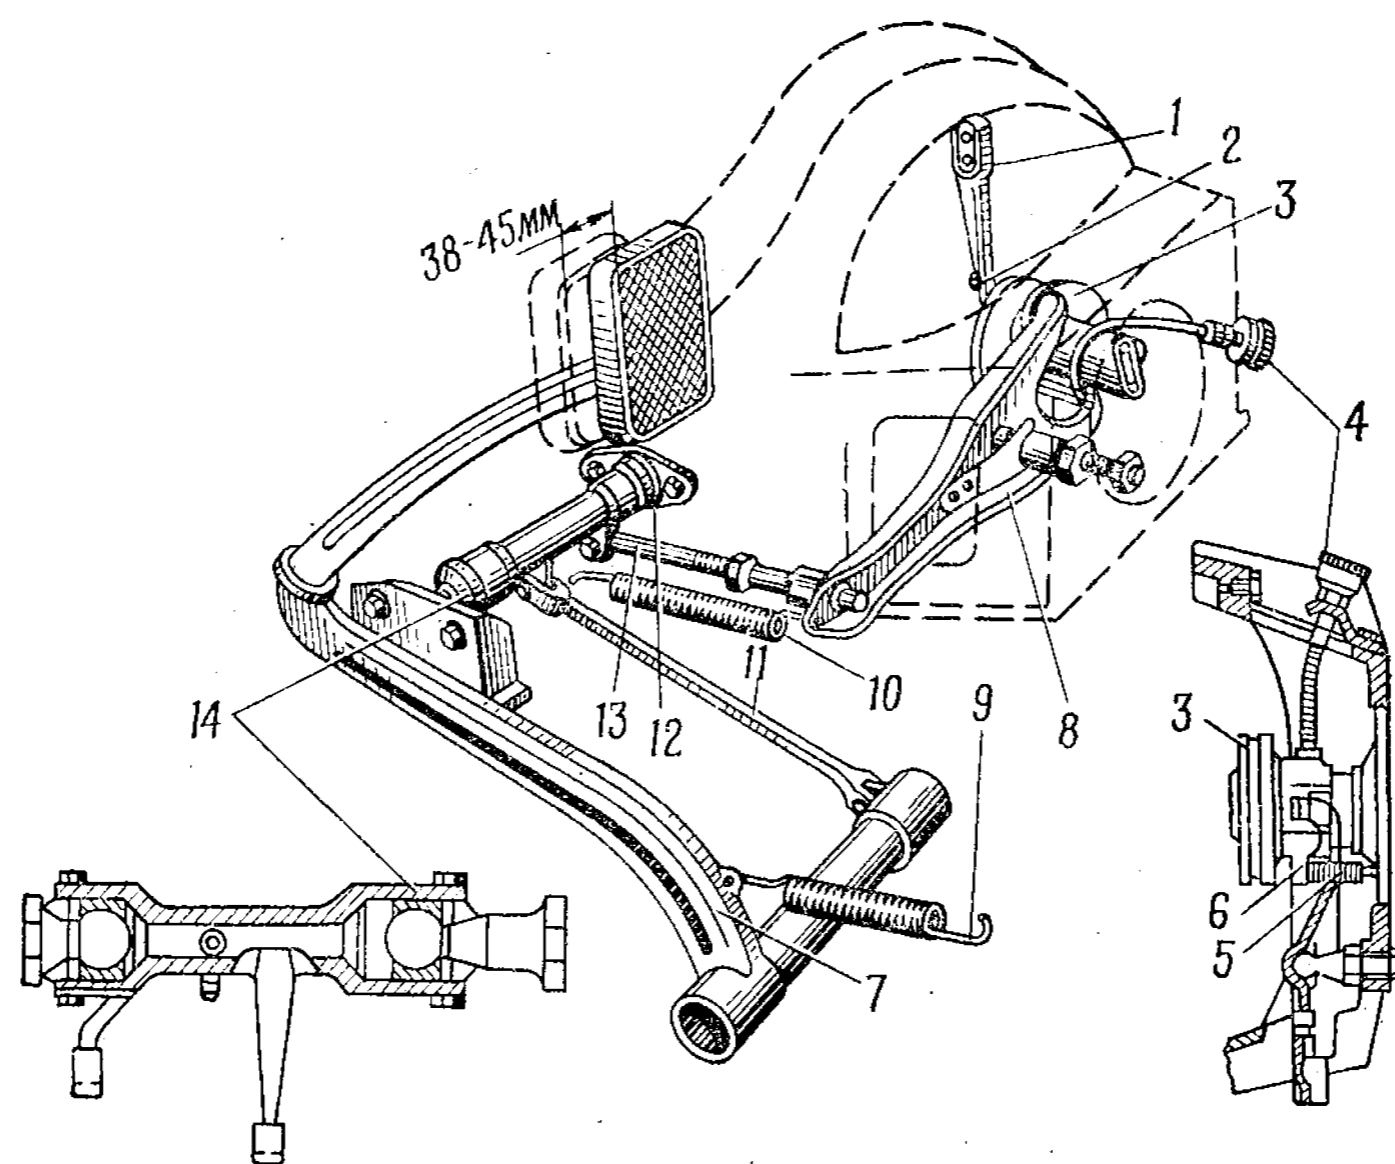

Рис. 28. Привод выключения сцепления:
снять скобу оттяжной пружины 10 (рис. 28) вилки выключения сцепления и нижнюю часть картера сцепления
11. Установить на место нижнюю часть картера сцепления, вернуть болты с пружинными шайбами, предварительно надев на один из болтов скобу оттяжной пружины 10 (рис. 28)
<p style="text-align: center;">Снятие коробки передач</p> <p>1. Установить упоры под передние и задние колеса автомобиля</p> <p>2. Вывернуть пробки маслосливного и маслосливного отверстий картера коробки передач, слить масло, вернуть пробки</p> <p>3. Отъединить от вилки 8 (рис. 28) подшипника выключения сцепления оттяжную пружину 10 и толкатель 13</p> <p>4. Вывернуть болты крепления чехла вилки подшипника выключения сцепления и снять вилку вместе с чехлом</p> <p>5. Вывернуть масленку 4 подшипника выключения сцепления в сборе и снять шайбу</p> <p>6. Вывернуть болты с шайбами крепления сетки бокового люка картера сцепления, снять сетку бокового люка и кронштейн масленки</p> <p>7. Отвернуть рукоятку рычага коробки передач, развязать уплотнительный чехол рычага ручного тормоза, вывернуть болты с шайбами крепления верхней панели кожуха пола (над коробкой передач), снять панель. Навернуть рукоятку на рычаг коробки передач</p> <p>8. Вывернуть болты с шайбами крепления сектора ручного тормоза к коробке передач и опустить сектор с рычагом привода ручного тормоза вниз</p>	<p>Упоры (4 шт.)</p> <p>Ключ 19—22; посуда для масла</p> <p>Плоскогубцы 150</p> <p>Ключ 10—12; отвертка В 175×0,7</p> <p>Ключи 12—14, 10—12</p> <p>Ключ 10—12</p> <p>Ключ 8—10</p> <p>Ключ 12—14</p>
<p>25. Вставить через окно картера сцепления вилку 8 (рис. 28) подшипника выключения сцепления в сборе, ввернуть болты с пружинными шайбами крепления чехла вилки и затянуть, присоединить к вилке толкатель 13</p>	Ключ 10—12